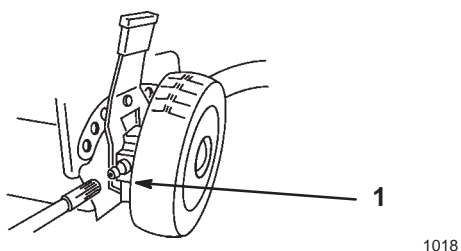

Figure 29
1. Essuyer les graisseurs des leviers de réglage de hauteur des roues arrière (Fig. 29) à l'aide d'un chiffon propre.